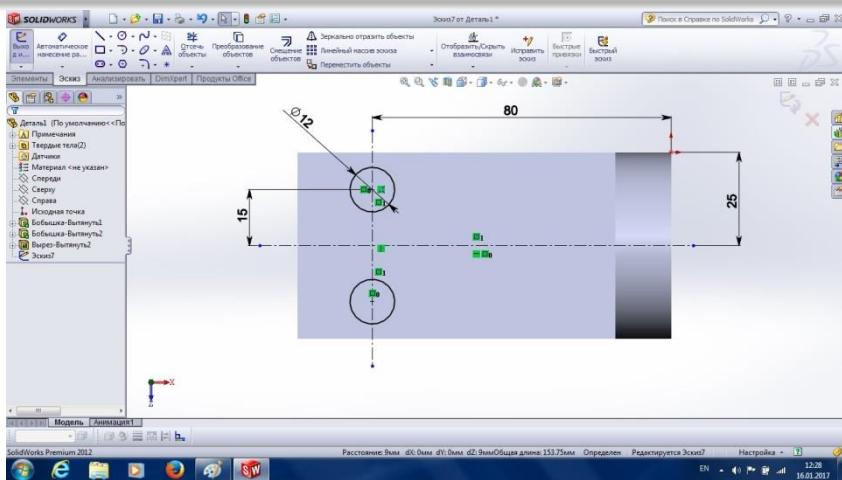
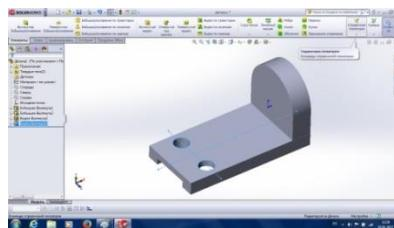

Рис. 3.13
Рис. 3.14
15. На вибраній площині наступного ескіза (зафарбованого синім кольором) будуємо два кола для моделювання отворів (рис. 3.13), при цьому можна скористатися інструментом **Дзеркальне відображення**, використовуючи у **Менеджері властивостей** вісь відображення.
16. Наносимо необхідні розміри та прив'язки для майбутніх отворів (рис. 3.13) і, вийшовши із ескіза, командою **Витягнутий виріз**, **Наскрізь** будуємо модель отворів у нижній пластині (рис. 3.14).